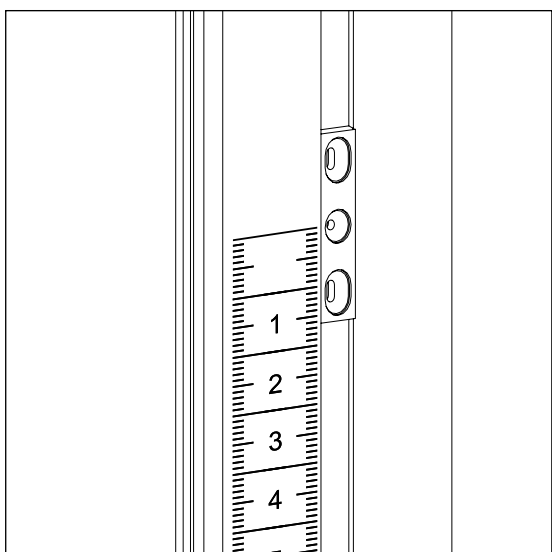
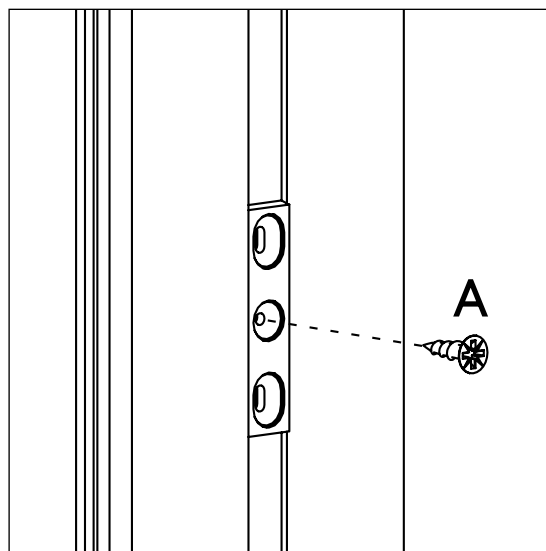
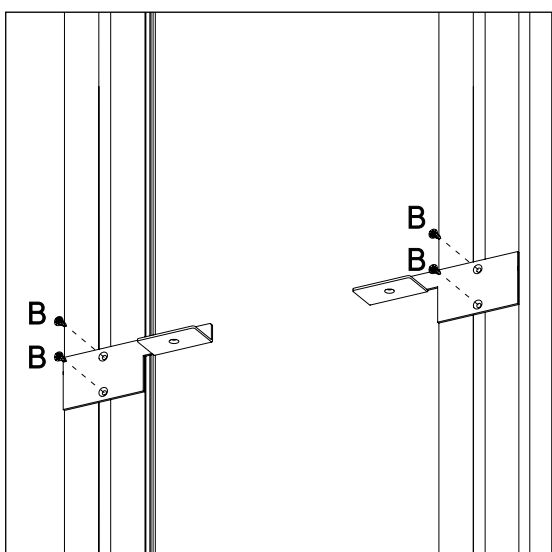
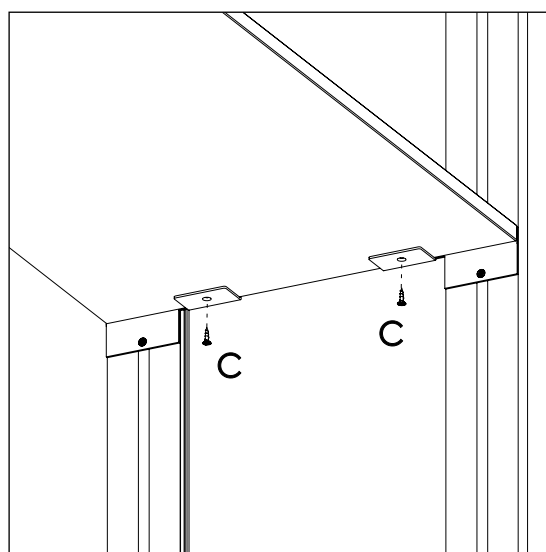

РИС. 9
РИС. 10
РИС.11
РИС. 12
Установите монтажные планки SPC-03 Рис. 9 в левом и правом основном профиле SPC-08 на необходимой высоте и закрепите их саморезами (A) 3x9 в центральное отверстие Рис. 10. Закрепите полкодержатели SPC-04/SPC-05 через монтажные планки SPC-03 при помощи саморезов (B) 3x13 в основные профили SPC-08 Рис.11 Установите полку на полкодержатели SPC-04/SPC-05 и закрепите её при помощи саморезов (C) 3x16 Рис. 12